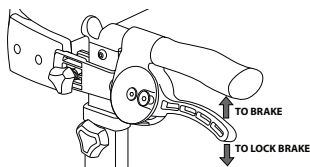

FIGURE 4
4. Tirez le levier de frein vers le haut pour un fonctionnement normal; poussez le levier vers le bas pour verrouiller le frein, comme indiqué sur la FIGURE 4. **AVERTISSEMENT :** Les freins doivent être verrouillés avant de s'asseoir. Ne déplacez pas le Rollator lorsque vous êtes assis.